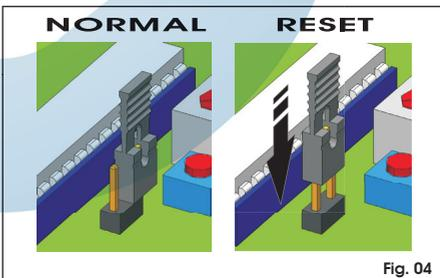

Fig. 04
- 4- Dare un comando di **OPEN A** con un qualsiasi dispositivo collegato a questo ingresso, il display visualizza il valore "Pr" e le ante iniziano a muoversi. La prima manovra eseguita dalle ante deve essere in chiusura. Se ciò non avviene è necessario arrestare il movimento del cancello con un impulso di reset, eseguendo il ponticello tra i due **PIN** di "RESET" utilizzando l'apposito connettore (vedi Fig.04). Togliere tensione e riportare il connettore nella posizione normale (Fig.04). Procedere quindi ad invertire i fili dei motori / del motore, che hanno eseguito la manovra di apertura. Riprendere la fase di programmazione dal punto 1.